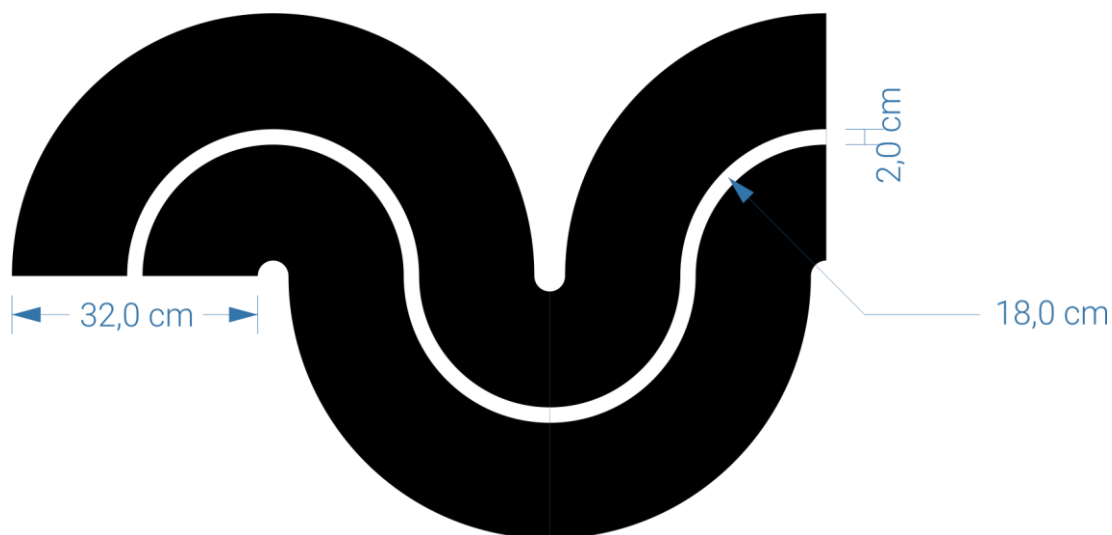

Figura 5. Exemplo de zigue-zague.
- b) O ziguezague (Figura 5) não será indicado por nenhum padrão de sinalização de dificuldade. Ele possui um raio médio de 18,0 cm e comprimento mínimo de 48,0 cm. Sendo assim, o robô deverá seguir inteiramente a linha branca no ziguezague.